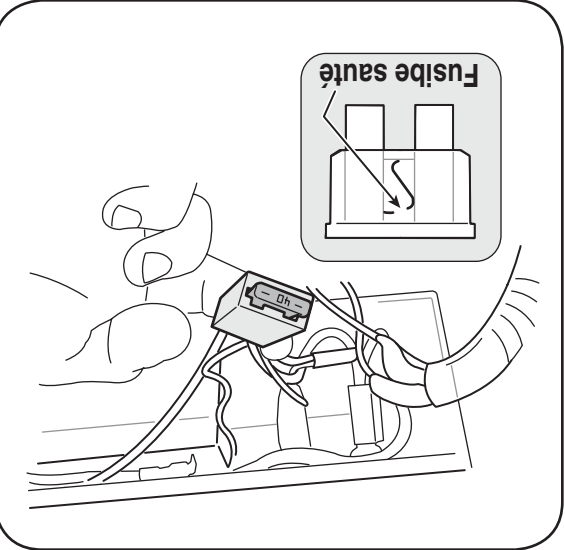

Figure 5-8
2. Sortez le fusible de sa douille et examinez-le soigneusement, comme à la Figure 5-8. S'il est endommagé, remplacez-le avec un fusible de type automobile de 40 ampères.
1. Branchez le chargeur de la batterie dans la fiche sous l'habitacle de la batterie, Figure 5-8.
2. Branchez la fiche du chargeur de la batterie dans une prise de courant ordinaire de 120 volts. Voir la Figure 5-8. Chargez la batterie pendant 8 à 10 heures avant sa première utilisation. Ne la chargez pas plus de 12 heures.